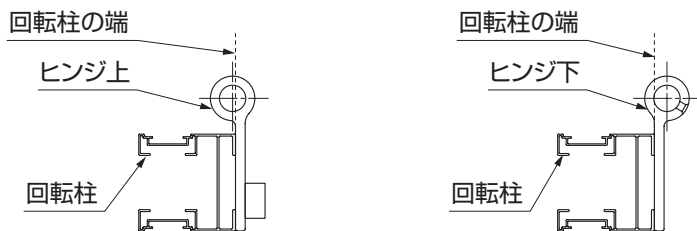

図4-2
②ヒンジ上・ヒンジ下のすき間を回転柱の溝に上から滑り込ませてください。(図4-2、図4-3参照)
- ヒンジ上とヒンジ下は、取付ける方向が異なります。(図4-2、図4-3参照)
①移動柱・回転柱・縦格子それぞれにカラー材を上から差込んでください。